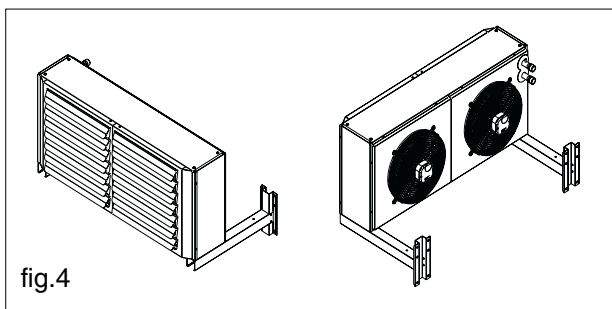

fig.4
- sistemati e fissati i due longheroni, si può procedere al montaggio dell'aerotermo (fig.4). Fissare con le apposite viti, l'aerotermo attraverso i fori presenti sui longheroni.